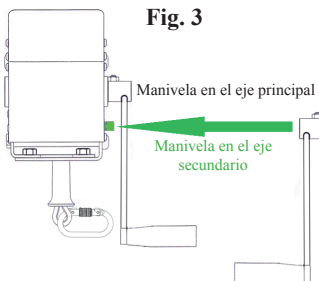

Fig. 3
3. Instalar la manivela en el eje secundario (en verde en la Fig. 3).
6. Para volver al uso normal, la manivela debe instalarse de nuevo en el eje principal con su primera dirección (como se indica en la Fig. 3).